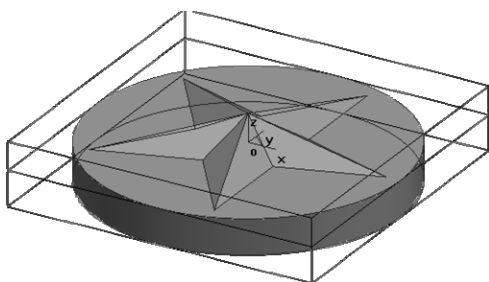

图 3-34 拾取的加工对象
1) 完成加工参数设置后，单击“确定”按钮，系统在界面的左下方提示“拾取加工对象”，单击轮廓拾取整个实体为加工对象，如图 3-34 所示。单击右键结束拾取。